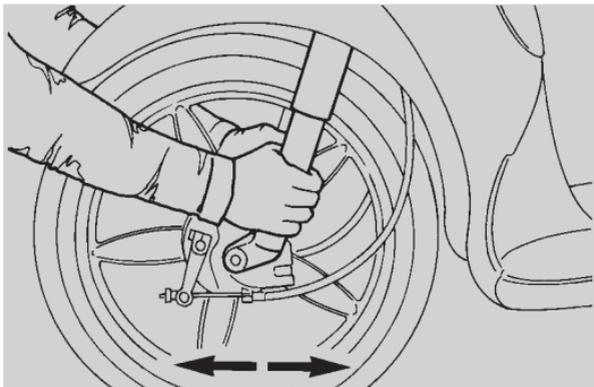

Abb. 40
- ◆ Um das Spiel einzustellen, die Nutmutter lockern (1 - Abb.40) und mit dem entsprechenden Einstellschlüssel (2 - Abb.40) einstellen.
- ◆ Die Nutmutter festziehen (1 - Abb.40)